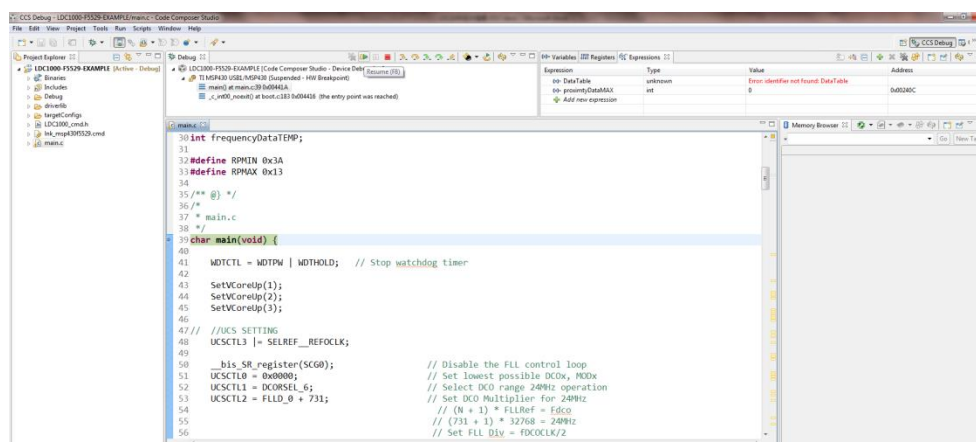

图 7 Debug
4、单击“Debug”将程序下载至板卡，单击“Run”运行代码(图 7)。